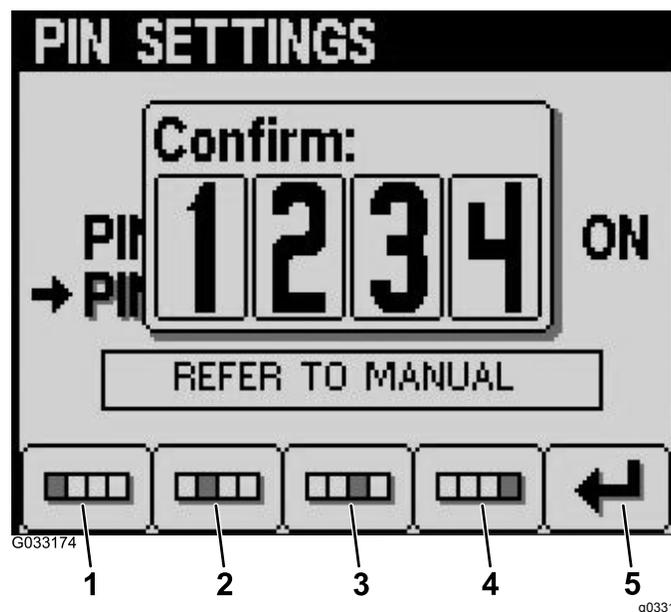

図 26
8. ボタン 14 を使って PIN を承認し、承認が完了したらボタン 5 を押す (図 26)。